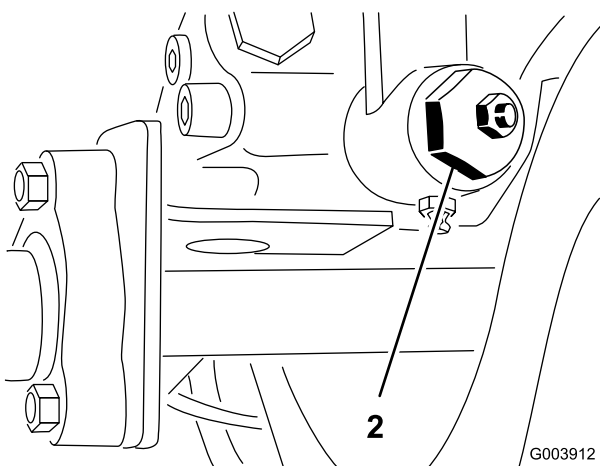

Figura 61
3. Afloje la contratuerca de la leva de ajuste de tracción, debajo del lado derecho de la máquina (Figura 61).